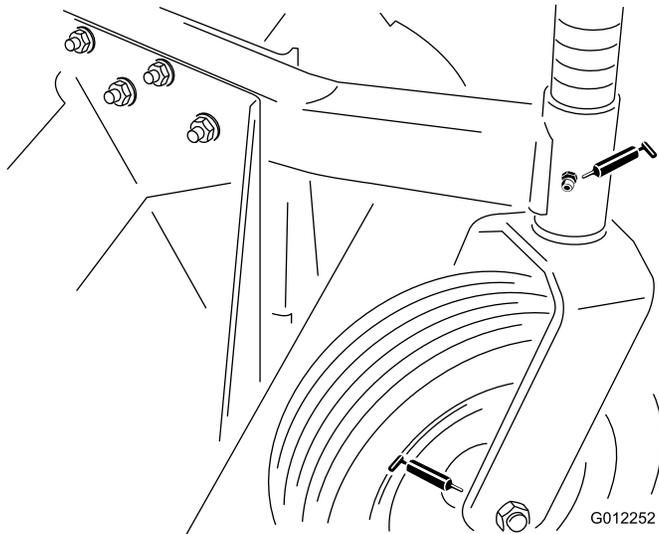

Figura 17
- Casquillos de los ejes de las ruedas giratorias – 1 en cada una (Figura 17)
- Cojinetes de las ruedas giratorias – 1 en cada (Figura 17)